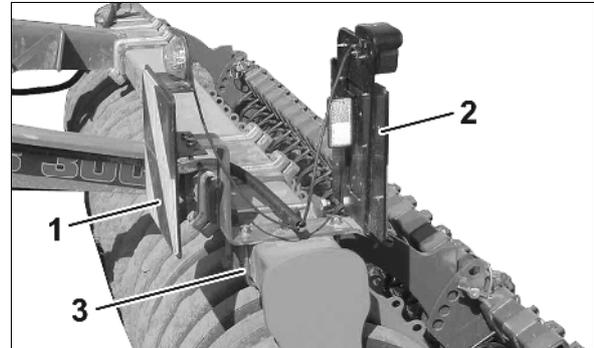

Fig. 15
- o Desserrez l'étrier de blocage et démontez l'éclairage à l'avant (Fig. 15/1) et à l'arrière (Fig. 15/2).